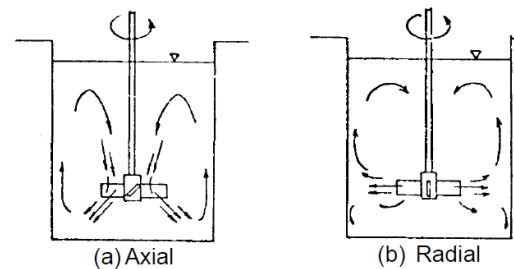

Figura 2-30. Tipos de turbinas
El agitador de turbina consta de un disco o eje con impulsores, los cuales imparten movimiento al líquido a través de la rotación del disco. Se clasifican por el tipo de movimiento producido en turbinas de flujo axial y turbinas de flujo radial (figura 2-30) (1).